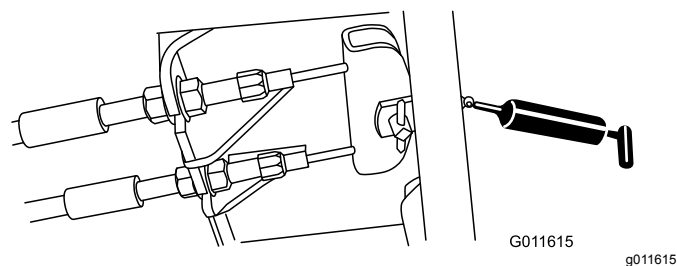

Figura 68
- Pedale del freno (1) (Figura 68)